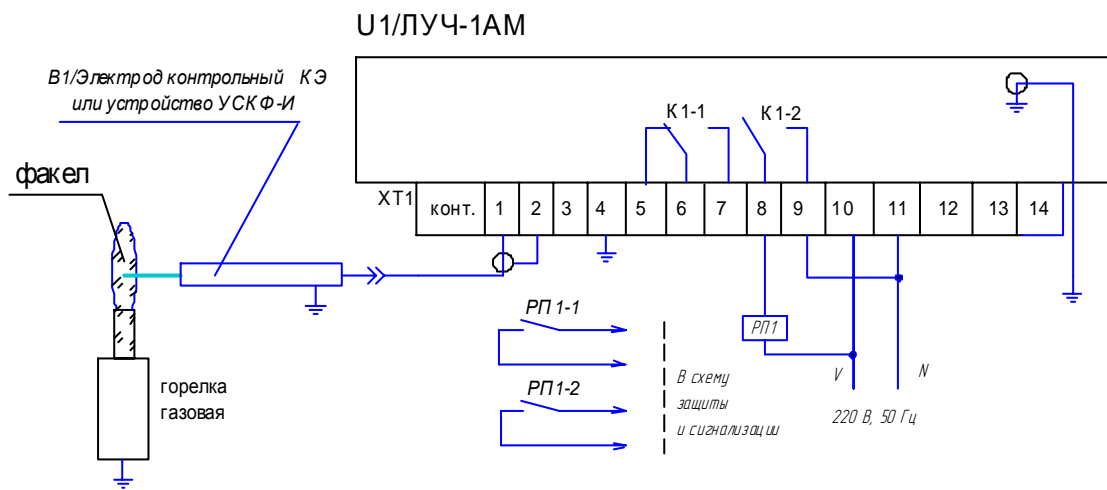

Рис.15 . Типовая схема подключения сигнализатора ЛУЧ-1АМ для контроля факела газовой горелки устройством УСКФ-И или контрольным электродом типа КЭ.
- Рис.15. Типовая схема подключения сигнализатора ЛУЧ-1АМ для контроля факела газовой горелки устройством УСКФ-И или электродом типа КЭ.